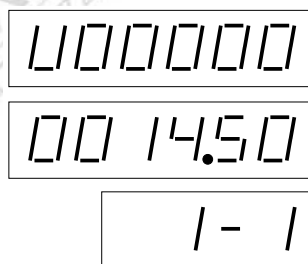

Рис. 9 Сумматор объема, сторона колонки А, пистолет 1
Сумма объема (или сумма цены) отображается на дисплеях на сторонах колонки в совмещенных строках общей стоимости и общего объема см. рис. 9, 10
4. После этого на дисплеях на сторонах колонки отобразится „U“ и сумма объема соответствующего пистолета (или „A“ и сумма цены соответствующего пистолета) *см. рис. 9, 10*